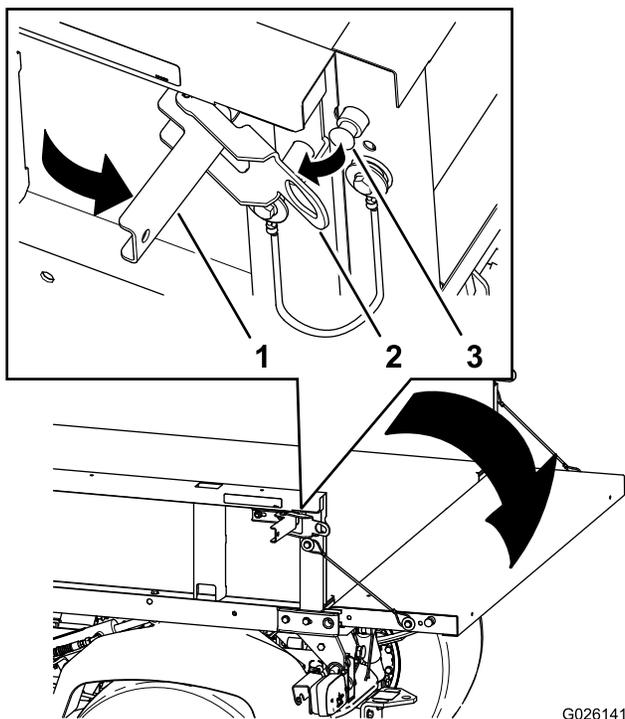

Figure 19
2. Ouvrez les verrous sur les côtés droit et gauche du plateau de chargement (Figure 19) et abaissez le hayon.